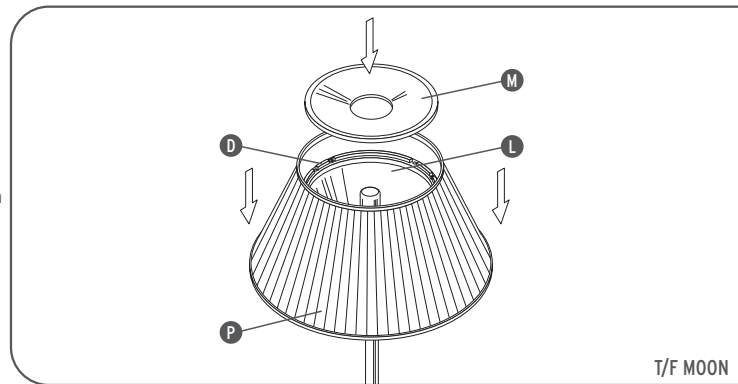

Fig. 6a
<IT> Fig.6a **VERSIONE MOON:** Appoggiare l'anello di copertura (M) sul diffusore in vetro (L). Appoggiare la corona in vetro (P) sull' anello di sostegno (D).
<GB> Fig.6a **MOON VERSION:** Rest the covering ring (M) on the glass diffuser (L). Place the glass crown (P) on the support ring (D).
<DE> Abb.6a **VERSION MOON:** Den Abschlußring (M) auf dem Glasschirm (L) anordnen. Den Glaskranz (P) auf dem Stützring (D) anordnen.
<FR> Fig.6a **VERSION MOON:** Poser l'anneau de couverture (M) sur le diffuseur en verre (L). Poser la couronne en verre (P) sur l'anneau de support (D).
<ES> Fig.6a **VERSIÓN MOON:** Apoyar el anillo de cobertura (M) en el difusor de cristal (L). Colocar la corona de cristal (P) en el anillo de soporte (D).
<PT> Fig.6a **VERSÃO MOON:** Apoiar o anel de cobertura (M) sobre o difusor em vidro (L). Apoiar a coroa em vidro (P) no anel de sustentação (D).
<RUS> Рис.6a **Версия Моон:** Позиционировать закрывающее кольцо (M) на стеклянный диффузор (L). Позиционировать стеклянную корону (P) на опорное кольцо (D).